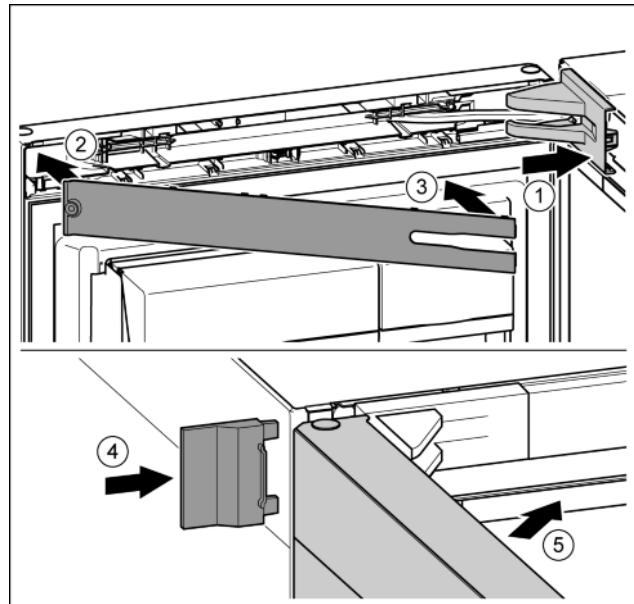

Fig. 26
- Крышку опорного кронштейна установить и зафиксировать, при необходимости, осторожно разжать. Fig. 26 (1)
- установить накладку. Fig. 26 (2)
- Наклонить и защелкнуть накладку. Fig. 26 (3)
- Надвинуть внешнюю крышку. Fig. 26 (4)
- Закрыть верхнюю дверь. Fig. 26 (5)